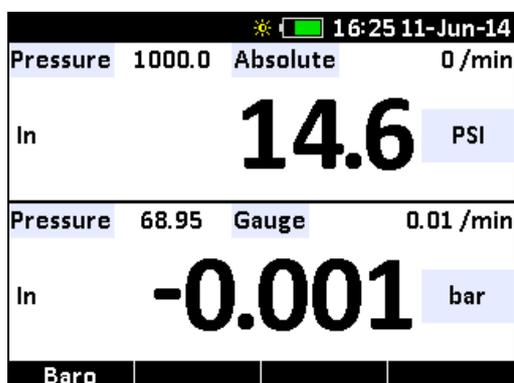

Figure 6
1. Connectez le module de pression sur l'ASC-400, comme sur la Figure 6.